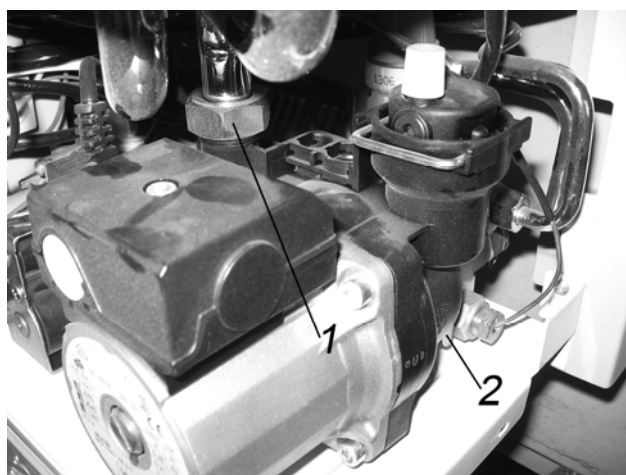

Рис. 9
- ✓ отвернуть гайку 1 (см. рис. 9) крепления трубы насос-теплообменник к патрубку насоса;